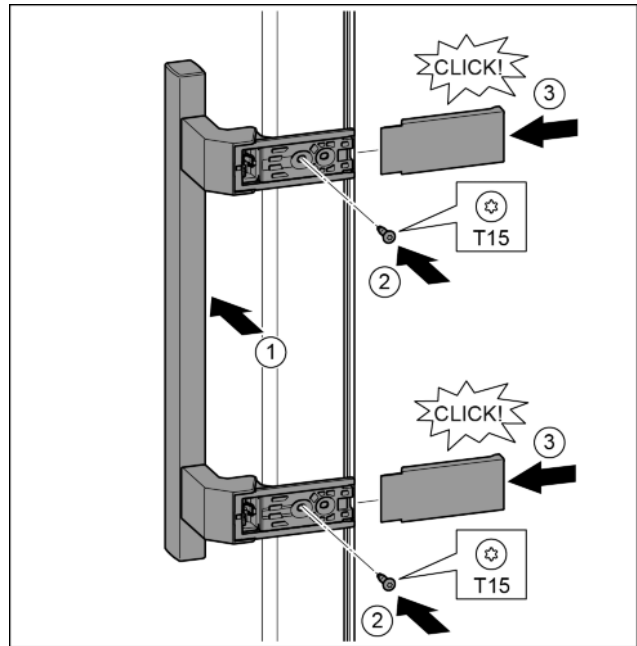

Fig. 18
- ▶ Applicare la maniglia sul lato opposto. Fig. 18 (1)
- ▶ Serrare le viti con il cacciavite T15. Fig. 18 (2)
- ▶ Applicare le coperture lateralmente e inserirle spingendo. Fig. 18 (3)